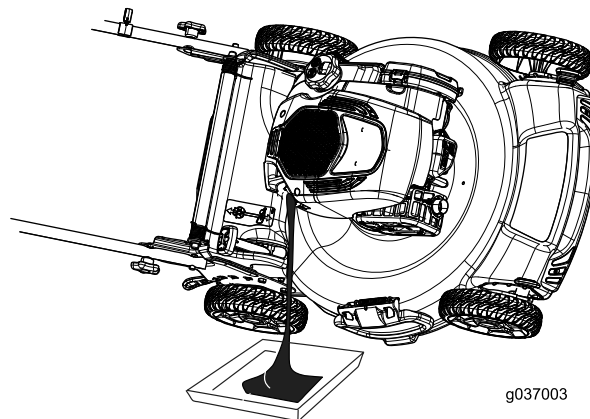

Figura 34
4. Ponga la máquina de lado con el filtro de aire hacia arriba para drenar el aceite usado a través del tubo de llenado de aceite (Figura 34).